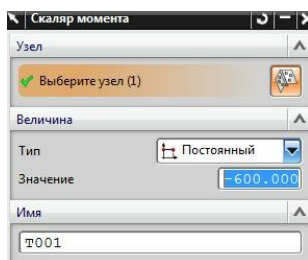

рис.55
- В диалоговом окне этой связи нужно указать только *вращательный шарнир* и величину момента в ньютонах на миллиметр (рис.55).